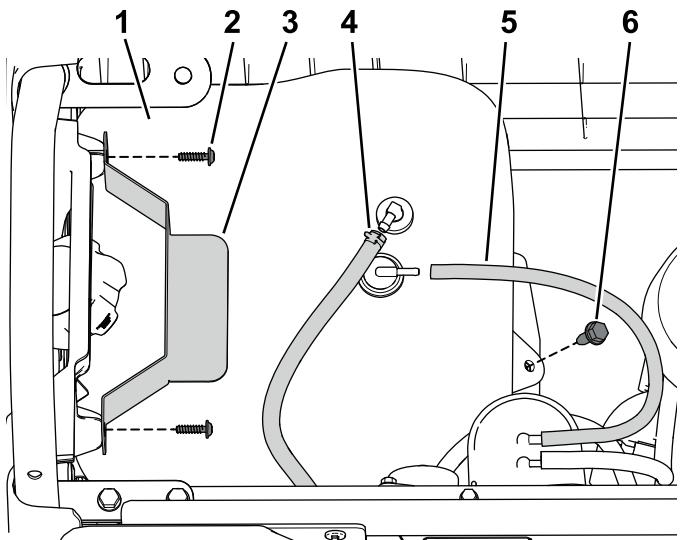

Figura 1
2. Retire os parafusos que prendem a fixação (Figura 1).
3. Desligue a tubagem de ventilação e a linha de combustível do depósito (Figura 1).